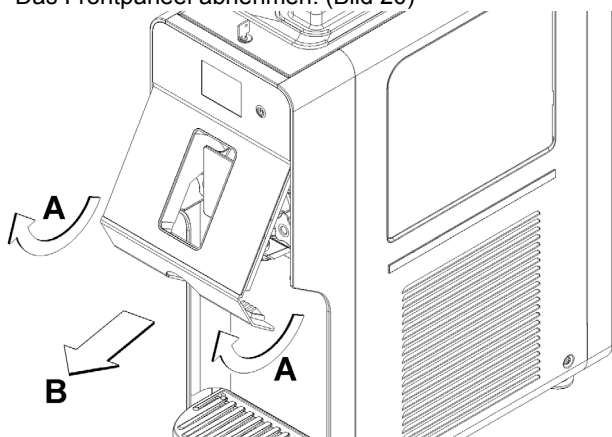

**Bild 18**
**4** Das Mischrohr entnehmen und zerlegen (Bild 18) und (Bild 19).